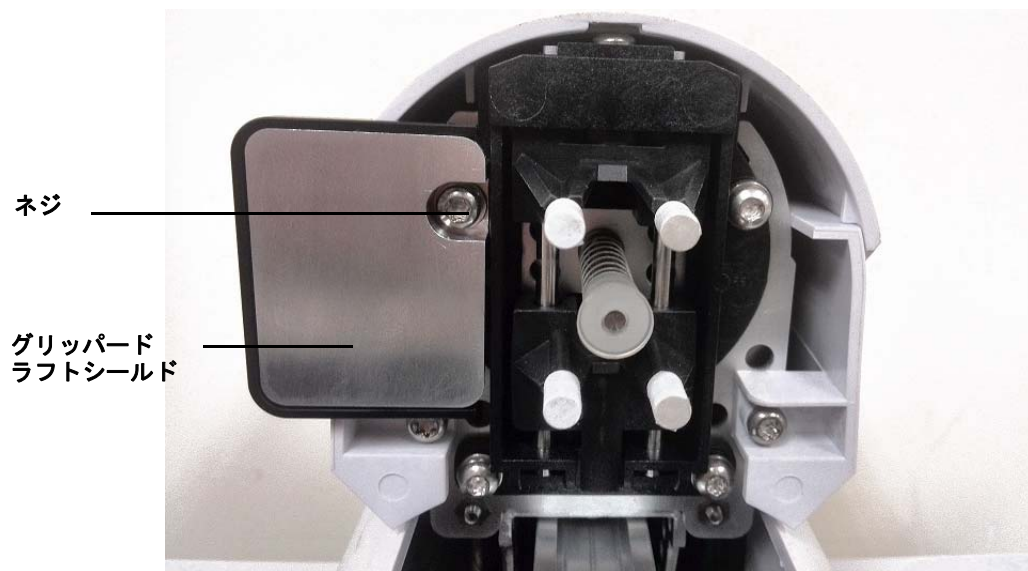

図 41 T-8 トルクス 8 mm ネジを使用してグリッパードラフトシールドを取り付ける
- 3 付属の 8 mm ネジ (0515-0372) を使用して、図 41 に示す位置にグリッパードラフトシールド (G8135-20580) とドラフトシールドカバー (G8135-20582) を取り付けます。